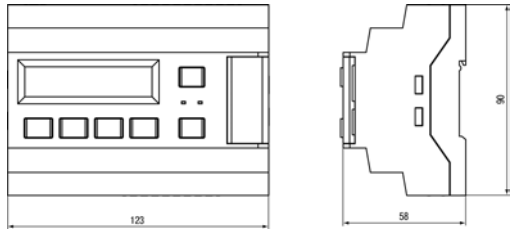

Рисунок 1 – Габаритные размеры
1. Подготовить на DIN-рейке место для установки прибора с учетом размеров корпуса (см. *рисунок 1*).